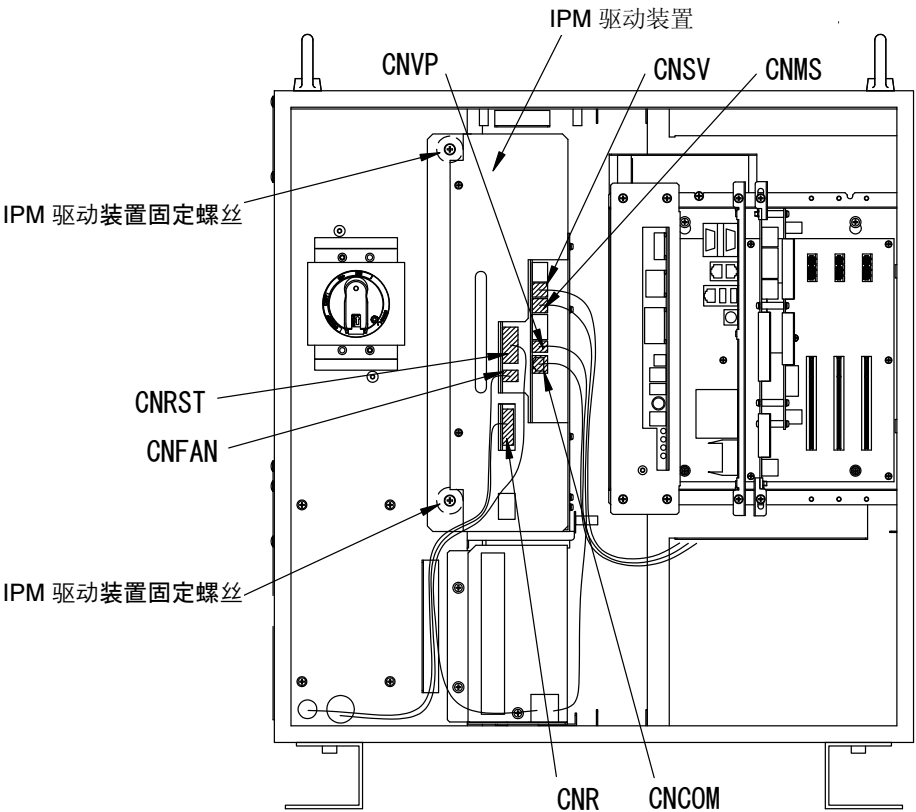

图 3.3.2 制电缆 1 和 3 的连接：机器人控制装置侧面（IPM 驱动装置拆除）
- 2 如图 3.3.2 所示，拔下连接到 IPM 驱动装置上的连接器，并拆除两只固定螺丝。要从 IPM 驱动装置上拔下的连接器列在表 3.3.1 中。